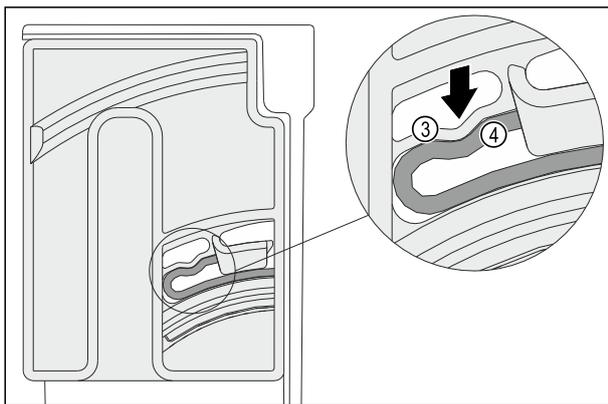

Fig. 122
- ▷ Elastisches Element Fig. 122 (3) der Dreheinheit rastet hörbar in der Rundform der Rippe Fig. 122 (4) ein.